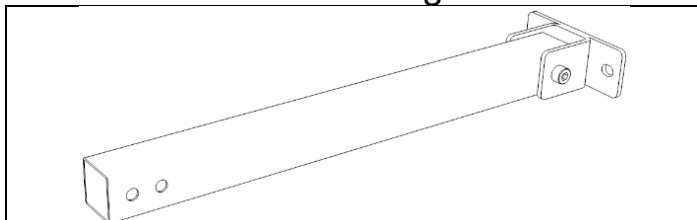

Bild 6
Schritt 3: Montieren Sie das Rückbein (B) (bereits vormontiert)
- Befestigen Sie den Halter (C2) mit Schraube M8x60 (J) und Sechskantmutter (E) am Rückbein (B) (Bild 6).